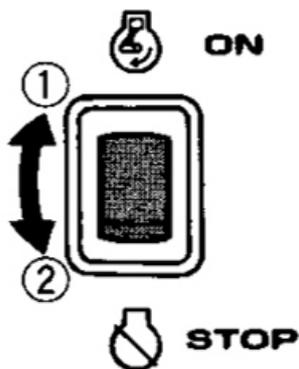

Рис. 2
2) ПЕРЕМИКАЧ ЗАПАЛЮВАННЯ ДВИГУНА (Рис.2)